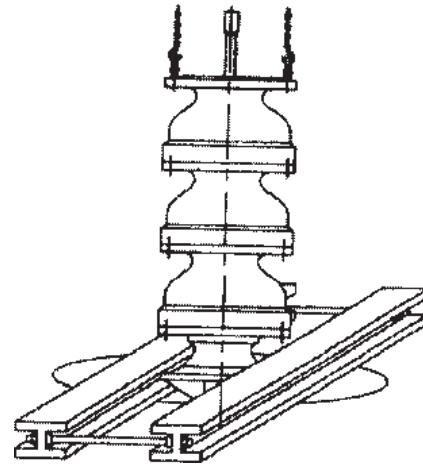

Figura 5
3. Coloque dos soportes de viga I en la abertura de la placa base, lo suficientemente resistentes como para soportar de manera segura el peso de todo el conjunto de la bomba. Estas vigas I se deben conectar mediante varillas roscadas y tuercas para sujetarlas firmemente entre sí para la parte que se afirmará. (Vea la Figura 5).
8. Fije una eslinga a las abrazaderas de carga o pernos de ojo y la grúa en posición sobre la abertura de la fundación (Vea la Figura 5).